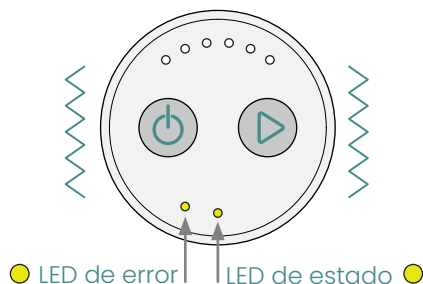

Figura 12.7.1
- Las luces LED de alarma o de estado **se iluminan en amarillo con cinco vibraciones largas** (Figura 12.7.1)